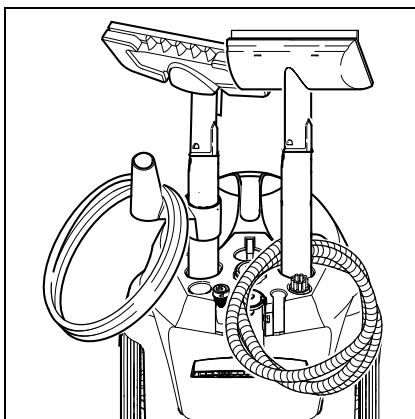

Fig. 3
- Inserire i tubi prolunga nel grande contenitore portaaccessori (Fig.3).